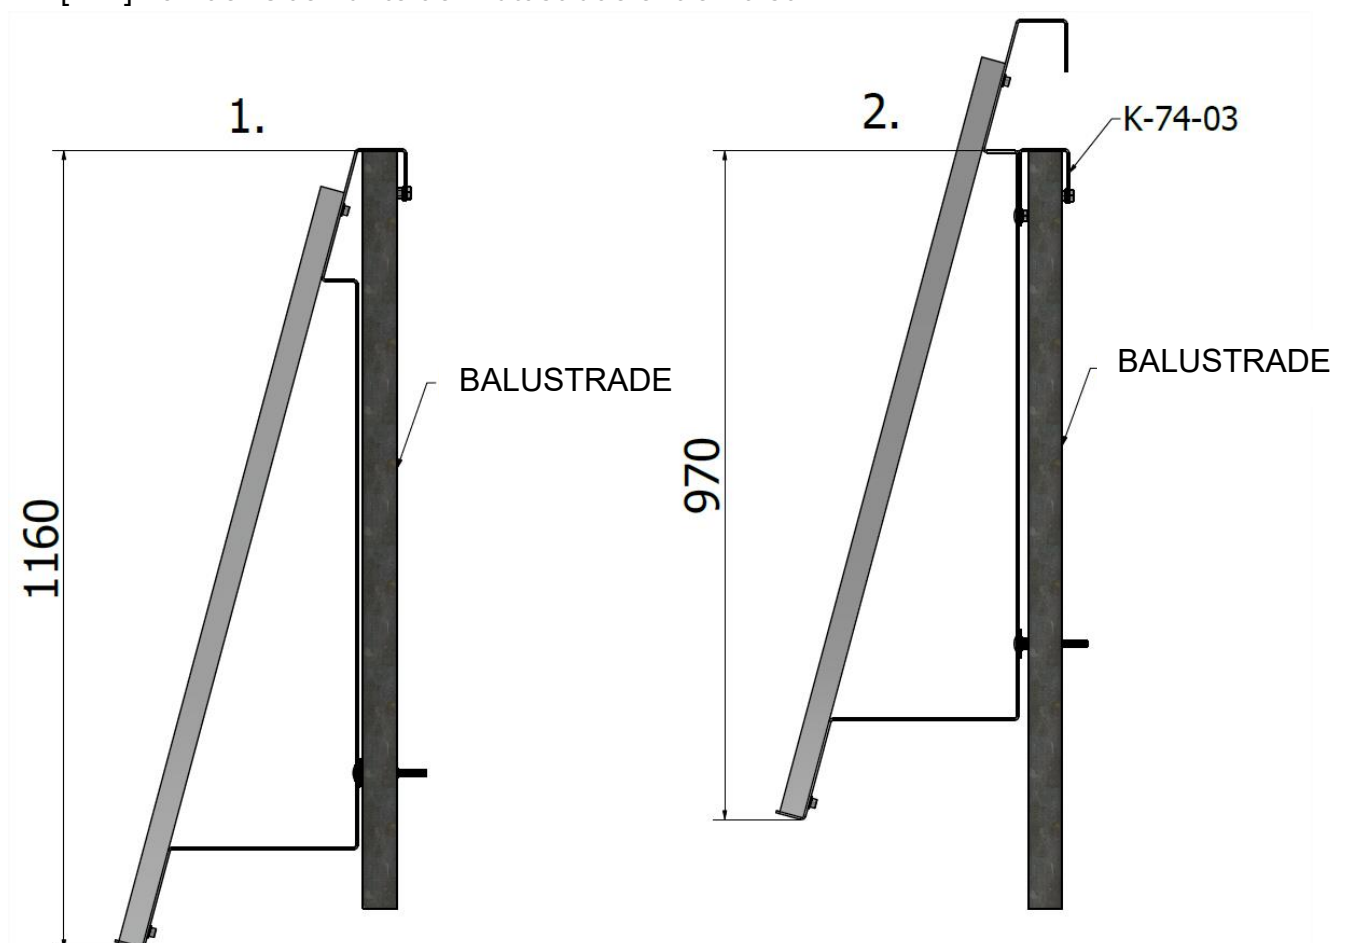

ABB.1 Abmessungen der beiden Ausführungsvarianten
1. Der erste Schritt besteht darin, die Art der Strukturmontage zu wählen. Der Haken K-74-03 ist optional und die Höhe, in der die Unterkante des Moduls positioniert wird, hängt von seiner Verwendung ab BILD.1. Im Falle einer Installation ohne die Verwendung des Hakens K-74-03 ist die Unterkante des Moduls ca. 1160 [mm] von der Oberkante der Balustrade entfernt, während bei Verwendung des Hakens K-74-03 die Unterkante des Moduls ca. 970 [mm] von der Oberkante der Balustrade entfernt ist.